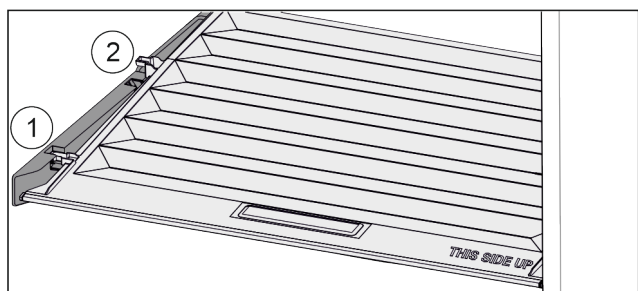

Fig. 142
- ▶ Потянуть крышку до отверстия в поддерживающих деталях вперед Fig. 142 (1).
- ▶ Поднять сзади снизу и извлечь Fig. 142 (2) движением вверх.